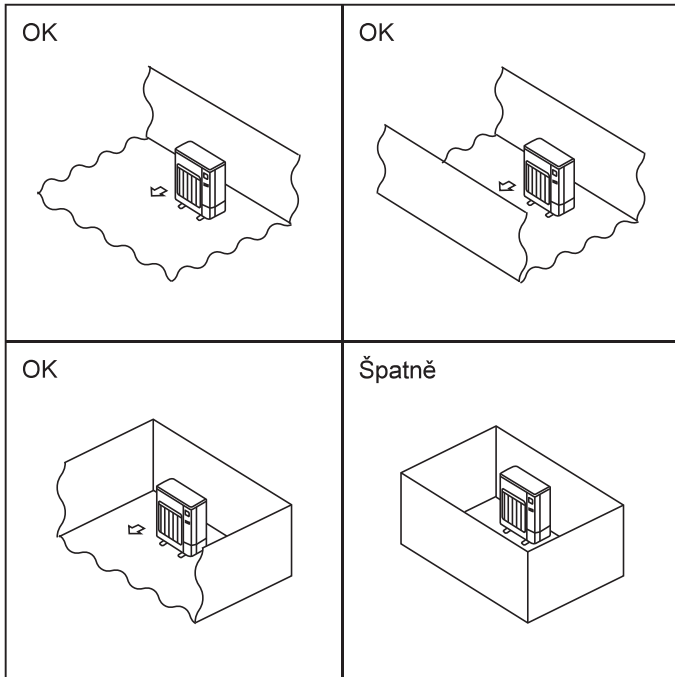

Fig. 2-2
- © Venkovní jednotky instalujte na místa, kde je alespoň jedna z jejich čtyř stran otevřená a prostor je dostatečně velký a bez prohlubní. (Fig. 2-2)